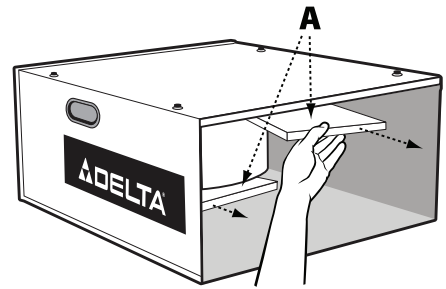

FIG. 2C
4. Retire los bloques de espuma de poliestireno (A) Fig. 2C y vuelva a colocar los filtros.